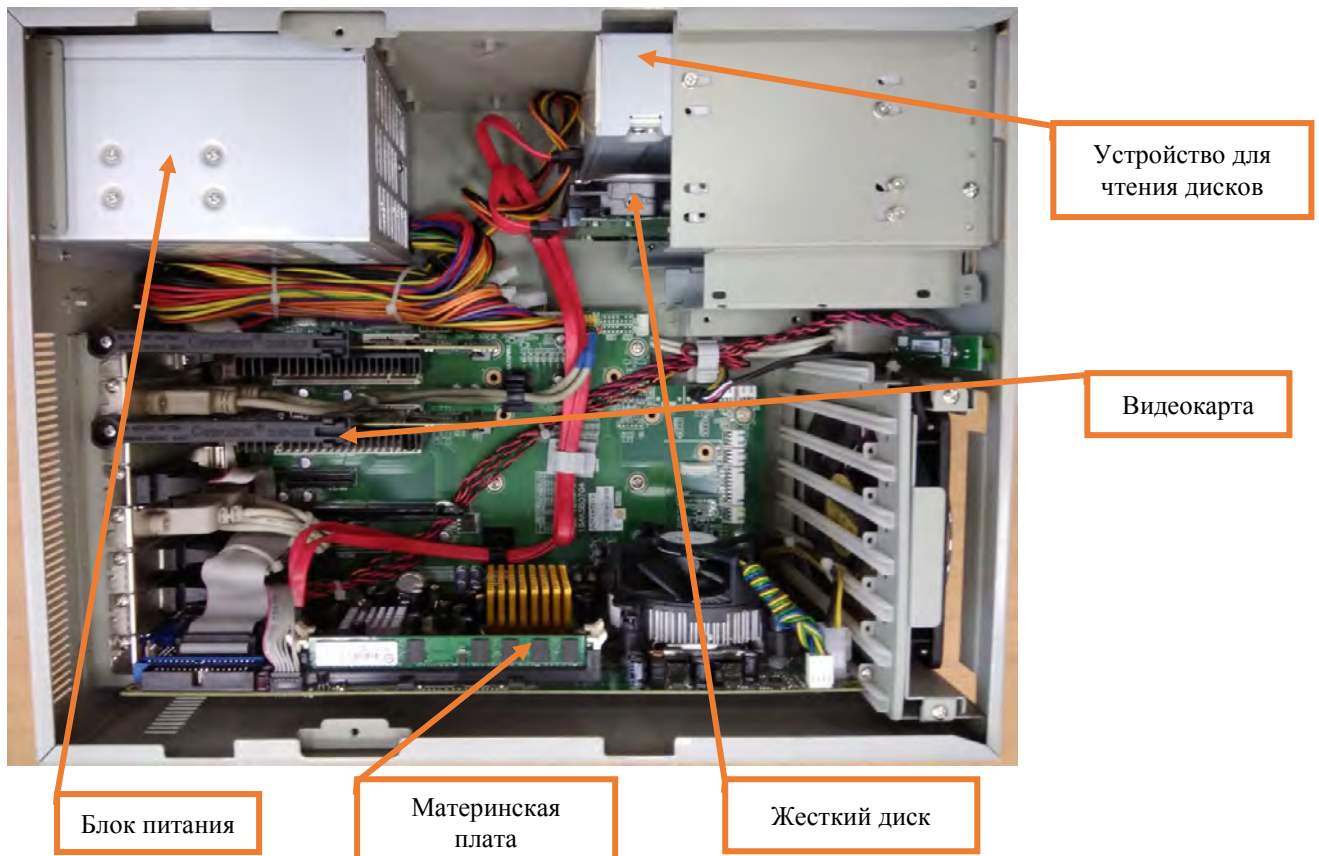

Рисунок 3. Основные элементы системного блока.
7.1.6. После окончания проведения работы по внутренней чистке системного блока произвести визуальный осмотр всех его компонентов: материнской платы, процессора, жёсткого диска, слотов памяти, устройств считывания информации (флоппи дисков, приводов, USB-разъемов), сетевого оборудования, модемов, видеокарты, цепей блока и контроллера питания (Рисунок 3).